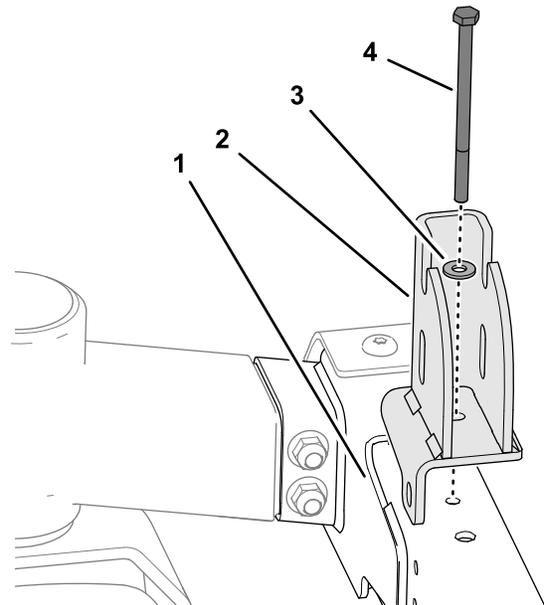

Bild 8
1. Befestigen Sie die Stützgriff-Halterung mit einer Bundkopfschraube ($\frac{1}{4}$ " x 4") und Scheiben ($\frac{1}{4}$ " x $\frac{5}{8}$ ") an der linken Rahmenschiene, wie in **Bild 8** dargestellt.